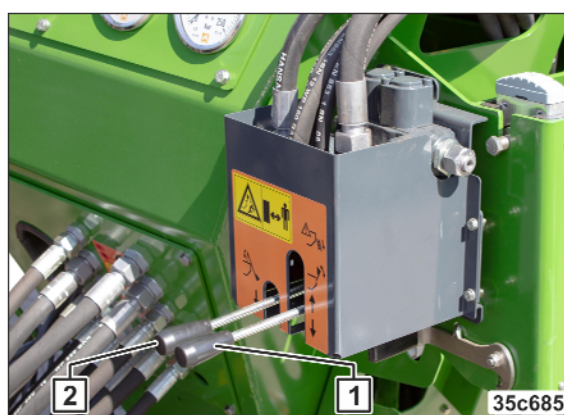

Bild 215
2. Manövrera styrenheten (Bild 215/1).
17. Manövrera styrenheten (se Bild 215/1) och fäll påfyllningsskruven till transportpositionen.